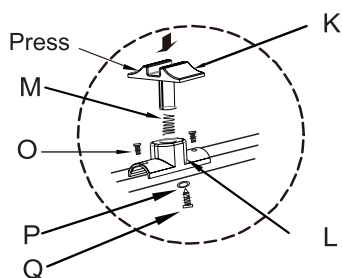

Fig.1
1. Montage du bouton (voir Fig. 1). Placez d'abord le ressort (M) entre la partie supérieure (K) et inférieure (L) du bouton, puis utilisez le joint d'étanchéité (P) et une vis (Q) pour fixer ces parties ensemble.
2. Placez le bouton assemblé au centre de la traverse supérieure (E) et fixez-le à l'aide de 2 vis (O) (voir Fig. 1).